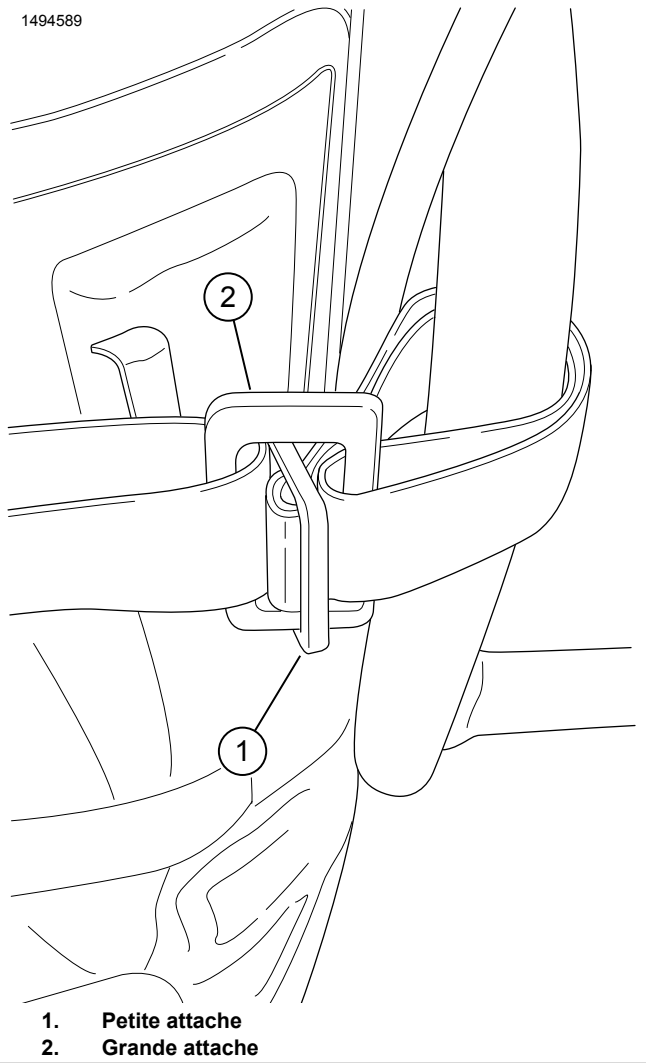
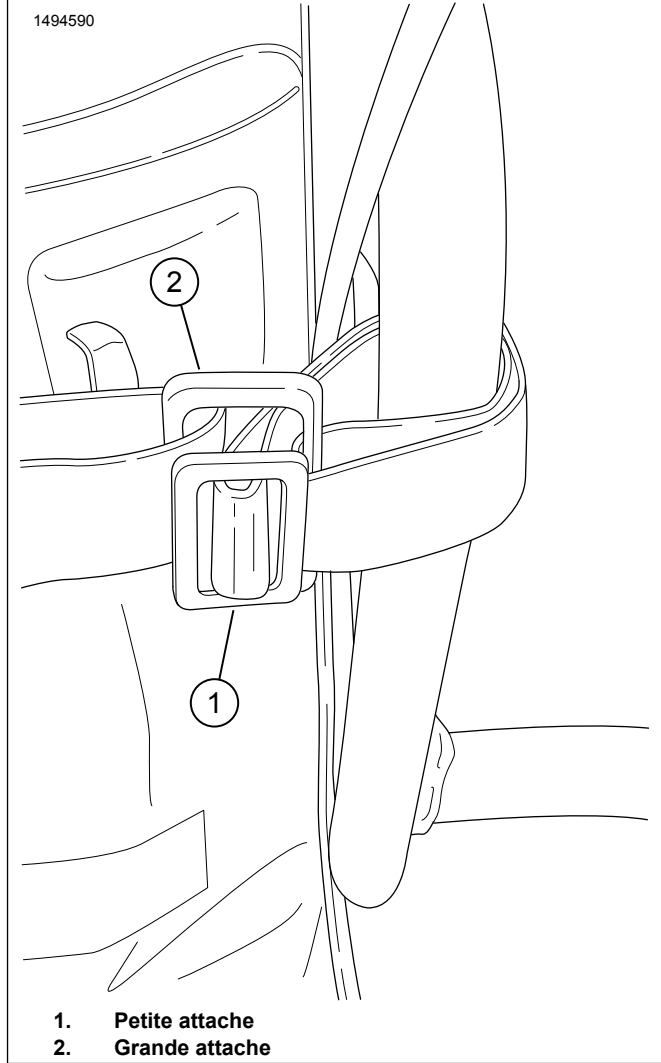

Figure 6. Processus de sangle de tension 2
Figure 7. Processus de sangle de tension 3
- a. Consultez Figure 6 et Figure 7 . Insérez la petite attache (1) dans la grande attache (2).